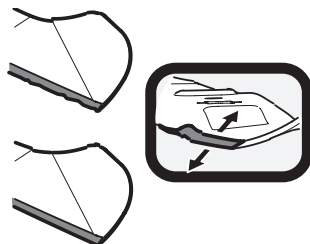

Figura 32
1. Para afilar las cuchillas de corte correctamente, extraiga cantidades iguales de metal de ambos extremos de las cuchillas a lo largo de los bordes cortantes, paralelo al borde de caída, a un ángulo de 25° a 30°. Afíle siempre cada borde de las cuchillas de corte de forma pareja para mantener un centrado adecuado entre las mismas (Figura 32).